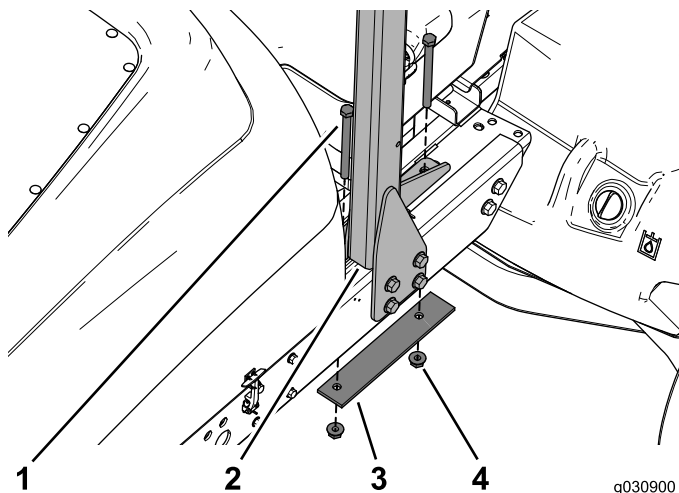

Bild 5
6. Ordnen Sie die Kabelbaumplatte und das Batteriefach so an, dass Sie die zwei Schrauben, die Verstärkungsplatte und die Bundmuttern entfernen können, mit denen der Überrollschutz oben am Rahmen befestigt ist (Bild 5).